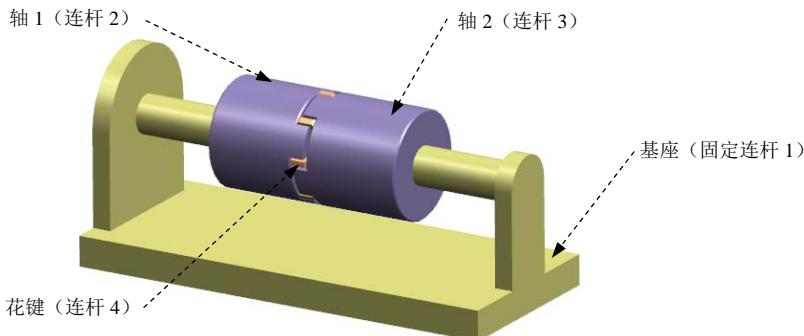

图 6.6.1 机构模型
本范例模拟的是微型联轴器的运行状况。主要用到了旋转副和 3D 接触。在创建该机构模型时，一定要注意预先将联轴器和花键调整到互不干涉的设计位置，否则后面用 3D 接触会解算失败。读者可以打开视频文件 D:\ug85.16\work\ch06.06\coupling.avi 查看机构运行状况。机构模型如图 6.6.1 所示。
Step5. 定义固定连杆 1。选择下拉菜单  →  命令，系统弹出“连杆”对话框；选取图 6.6.1 所示的基座为固定连杆 1；在 **质量属性选项** 下拉列表中选择 **自动** 选项；在 **设置** 区域中选中  **固定连杆** 复选框；在 **名称** 文本框中采用默认的连杆名称“L001”；单击  按钮，完成固定连杆 1 的定义。
Step6. 定义连杆 2。选取图 6.6.1 所示的轴 1 为连杆 2；在 **质量属性选项** 下拉列表中选择 **自动** 选项；在 **设置** 区域中取消选中  **固定连杆** 复选框；在 **名称** 文本框中采用默认的连杆名称“L002”；单击  按钮，完成连杆 2 的定义。
Step7. 定义连杆 3。选取图 6.6.1 所示的轴 2 为连杆 3；在 **质量属性选项** 下拉列表中选择 **自动**
Step8. 定义连杆 4。选取图 6.6.1 所示的花键为连杆 4；在 **质量属性选项** 下拉列表中选择 **自动** 选项；在 **设置** 区域中取消选中  **固定连杆** 复选框；在 **名称** 文本框中采用默认的连杆名称“L004”；单击 **确定** 按钮，完成连杆 4 的定义。